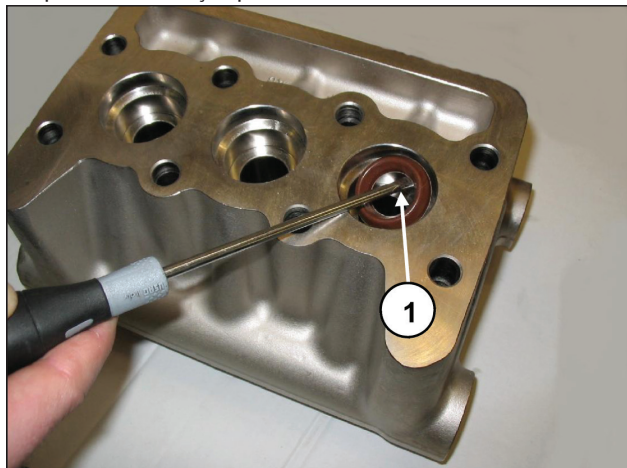

Fig. 30
- C) Extraia os vedantes de alta pressão do cabeçote e aqueles de baixa pressão do respectivo suporte, usando ferramentas simples, conforme indicado na Fig. 30, pos. ①, prestando atenção para não causar danos às suas bases.